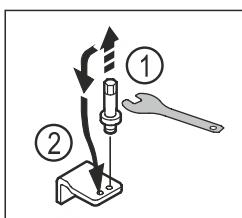

Fig. 21
- ▶ Odvrnute svornjak donjeg ležajnog postolja vanjskim šesterostranim ključem veličine 5. Fig. 21 (1)
- ▶ Umetnite svornjak na suprotnu stranu. Fig. 21 (2)